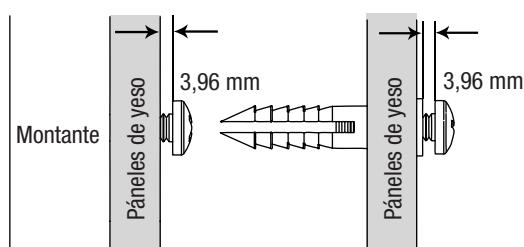

Figura 2
PASO 2: Perfore los orificios guía con una broca de 2,5 mm (3/32") en las ubicaciones marcadas. Si hay un montante presente, inserte y asegure el tornillo dejando una brecha de 3,96 mm. Si no hay un montante presente, utilice una broca de 5 mm (3/16") para agrandar el orificio de 2,5 mm, inserte el anclaje y asegure el tornillo en el anclaje dejando una brecha de 3,96 mm, como se muestra en la **Figura 2**.